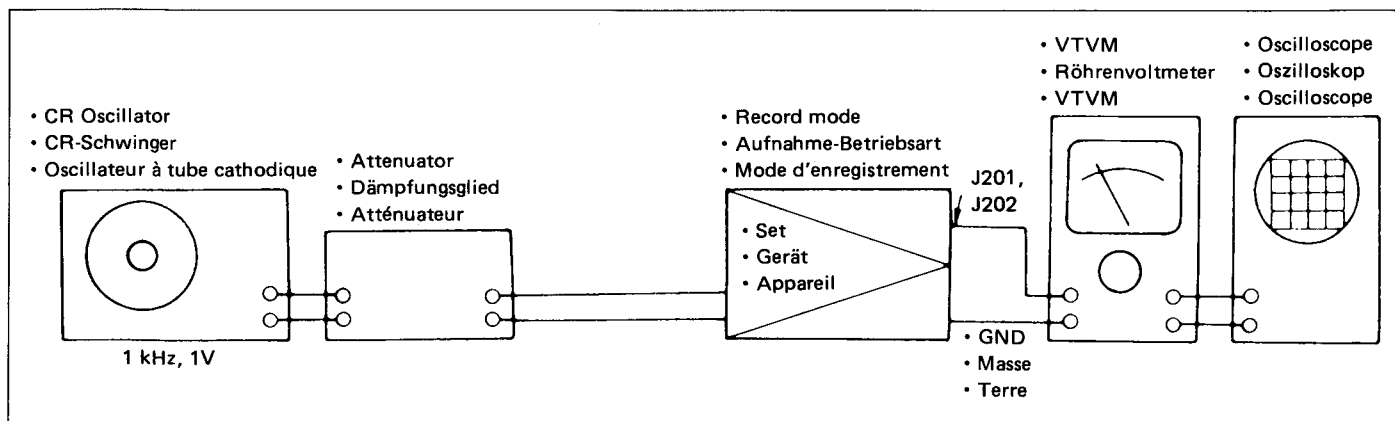

Figure 17 Abbildung 17
■ DISPLAY ADJUSTMENT OF RECORD/PLAYBACK LEVEL METER (Refer to Figure 17)
■ ANZEIGEEINSTELLUNG DER AUFNAHME-/WIEDERGABEPEGELMETER (Siehe Abbildung 17)
■ REGLAGE DE L'AFFICHAGE DU COMPTEUR DE NIVEAU D'ENREGISTREMENT/LECTURE (Voir la Figure 17)